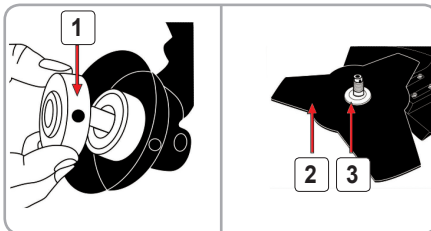
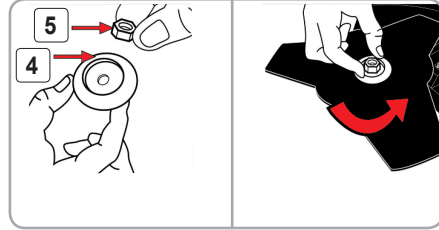

Fig.7
Fig.8
Montarea discului tăietor Fig. 7
- Introduceți pe rând: 1 - Fișă cu canelură pentru cuplarea capului sau a discului 2 - Disc tăietor 3 - Clemă șabă 4 - Capac 5 - Piuliță, exact ca în Fig. 7,8
- Clema șabă Fig 7 (3), capacul Fig 8 (4) și piulița Fig 8 (5) nu sunt necesare pentru montarea capului de tăiere cu nailon.